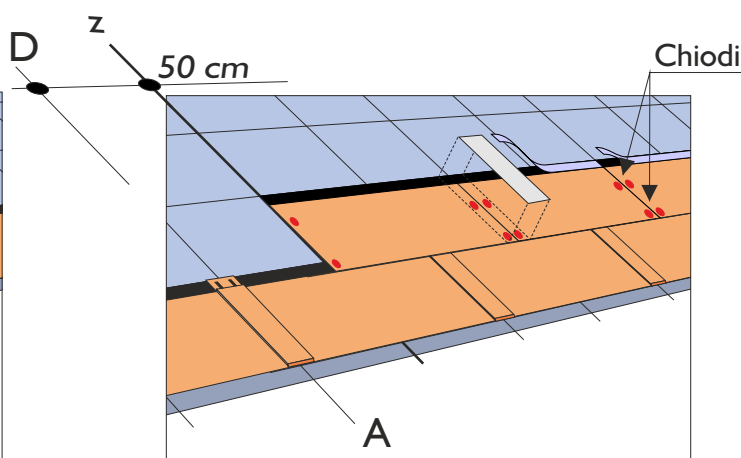

Fig. 9 - Seconda fila di tegole
- La posa della seconda fila di tegole inizia allineando la tegola Prestige Compact alla linea di riferimento z (fig. 9) e chiodare;
- Togliere la protezione alla fascia autoadesiva della tegola applicare il Compact Strip (fig. 9);